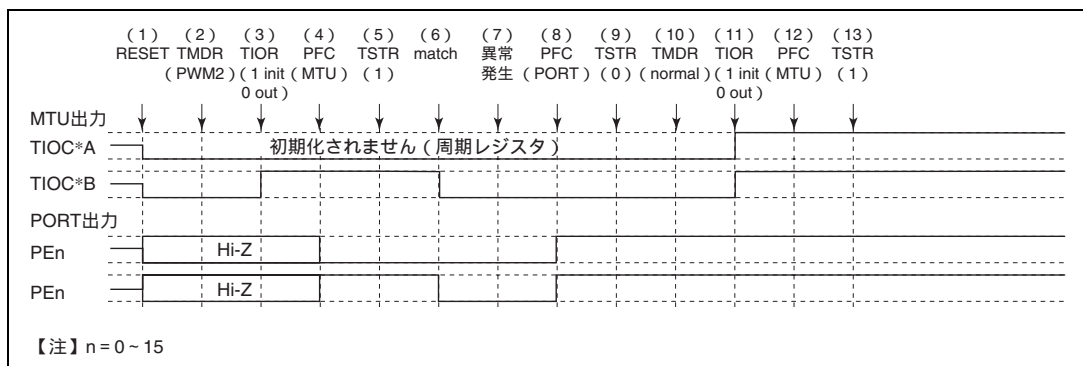

図 10.68 PWM モード 2 で異常が発生し、ノーマルモードで復帰する場合
PWM モード 2 で異常が発生し、再設定後ノーマルモードで再スタートする場合の説明図を図 10.68 に示します。
- (1) ~ (9) は図 10.68 と共通です。
- (10) PWMモード1を設定します。
- (11) TIORで端子を初期化してください (PWMモード1ではTIOC\*B側は初期化されません)。
- (12) PFCでMTU出力としてください。
- (13) TSTRで再スタートします。
- (10) PWMモード2で再スタートする場合には必要ありません。
- (10) 位相計数モードを設定します。
- (11) TIORで端子を初期化してください。